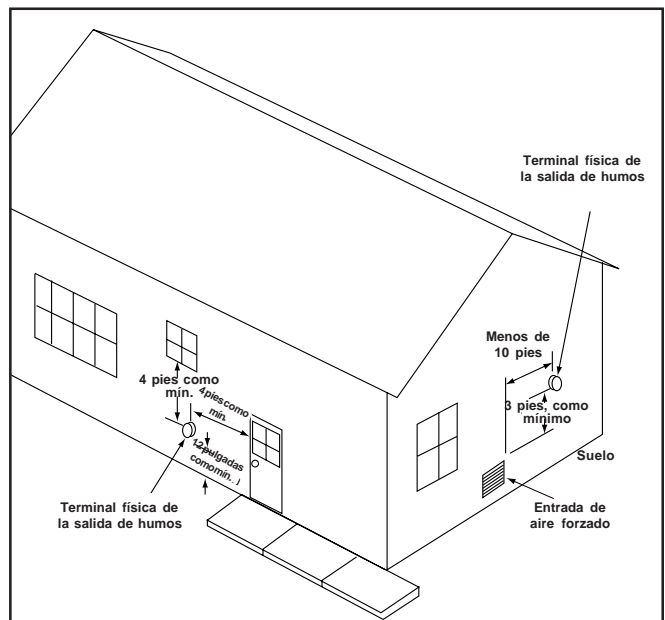

Figura 21. Espacios libres en las terminaciones de la salida de gases
La te de la terminación de la salida de humos, se debe instalar, como mínimo, con los siguientes espacios libres. (Ver figura 21).
3. La salida de humos debe terminar, como mínimo 3 pies por encima de cualquier entrada de aire forzado, en un espacio máximo de 10 pies. (Ver figura 21)